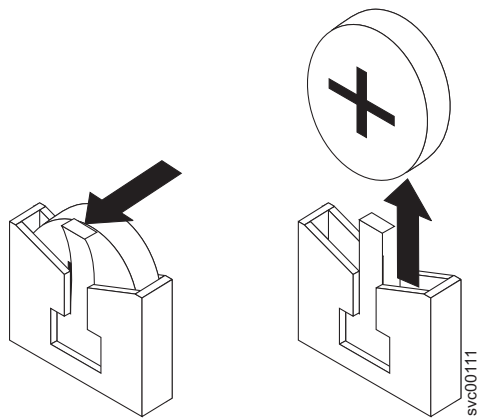

図 111. SAN ボリューム・コントローラー 2145-8F2 または SAN ボリューム・コントローラー 2145-8F4 CMOS バッテリー・ホルダー
- a. 1 本の指で、バッテリーをハウジングに保護しているリテーナー・タブを (図 111 に示す) 引きます。